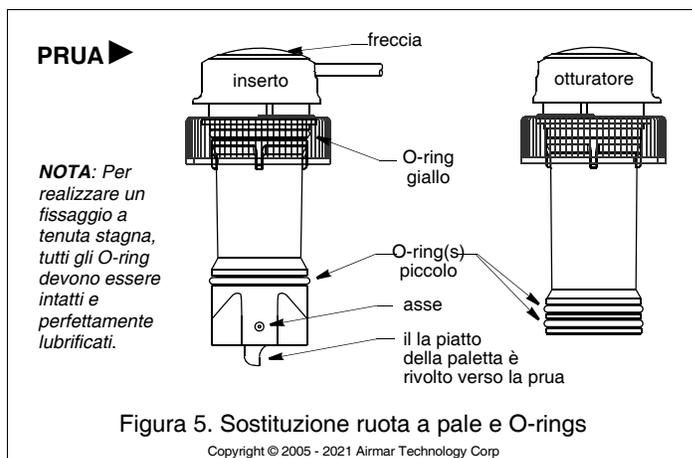

Figura 5. Sostituzione ruota a pale e O-rings
Alloggiamento in acciaio inox in uno scafo in metallo—Per evitare la corrosione elettrolitica, l'alloggiamento in acciaio inox deve essere isolato dallo scafo in metallo. Fate scorrere la boccia isolante sull'alloggiamento (Figura 5). Applicate *altro* sigillante marino alle superfici della boccia isolante che saranno a contatto con lo scafo, in modo da riempire ogni cavità nella boccia e intorno ad essa.
5. Per realizzare un fissaggio a tenuta stagna, tutti gli O-ring devono essere intatti e perfettamente lubrificati. Dopo l'asciugatura del sigillante, ispezionate gli O-ring, compreso l'O-ring GIALLO, sull'inserto (sostituendoli se necessario) e lubrificateli con il lubrificante al silicone fornito (Figura 5). Lubrificate anche il foro dell'alloggiamento sopra la valvola.
1. Per realizzare un fissaggio a tenuta stagna, tutti gli O-ring devono essere intatti e perfettamente lubrificati. Sull'otturatore, ispezionate tutti gli O-ring (sostituendoli se necessario) e lubrificateli con un lubrificante al silicone o al petrolio (Figura 5).
1. Per rimuovere il vecchio asse della ruota a pale, afferrate l'estremità con piccoli tagliafilì diagonali e tirate (Figura 5).